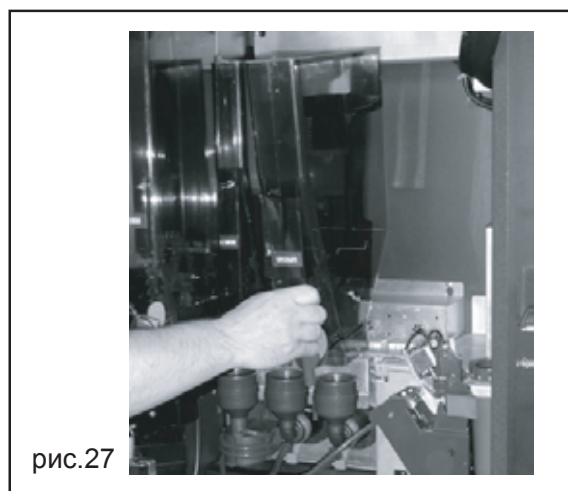

рис.27
- загрузка бункеров обычно проводится на месте установки торгового автомата, но, если возникла необходимость вынуть контейнер, обязательно закройте носик оранжевой задвижкой (рис. 27). При снятии кофейного контейнера, необходимо обязательно перекрывать задвижку, иначе зерна кофе будут рассыпаться по всему автомату.